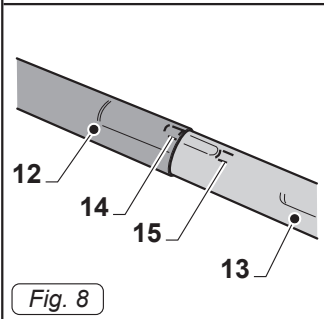

Fig. 8
- Присоедините обе жесткие удлинители (12-13 Рис. 8), совместив две контрольные точки (14-15 Рис. 8)